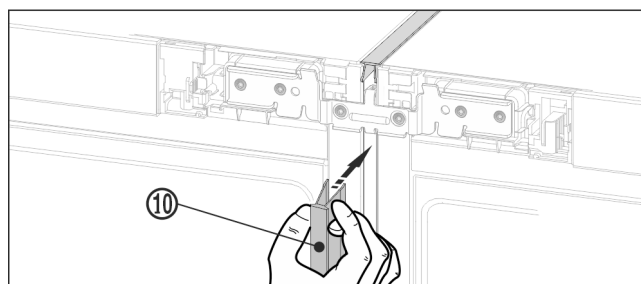

Fig. 20
- 在设备正面将长护板条 Fig. 20 (10) 压入垂直缝隙中。注意，护板条位于连接板上。